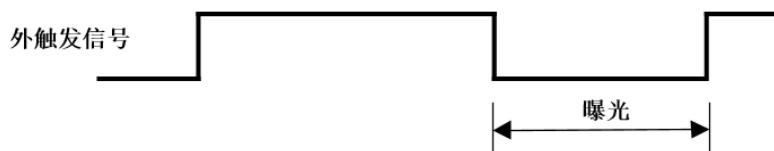

图 8-31 下降沿触发宽度曝光模式时序图
- 如果启用下降沿触发，曝光会在触发信号下降时开始，一直持续到触发信号上升结束，如图 8-31 所示